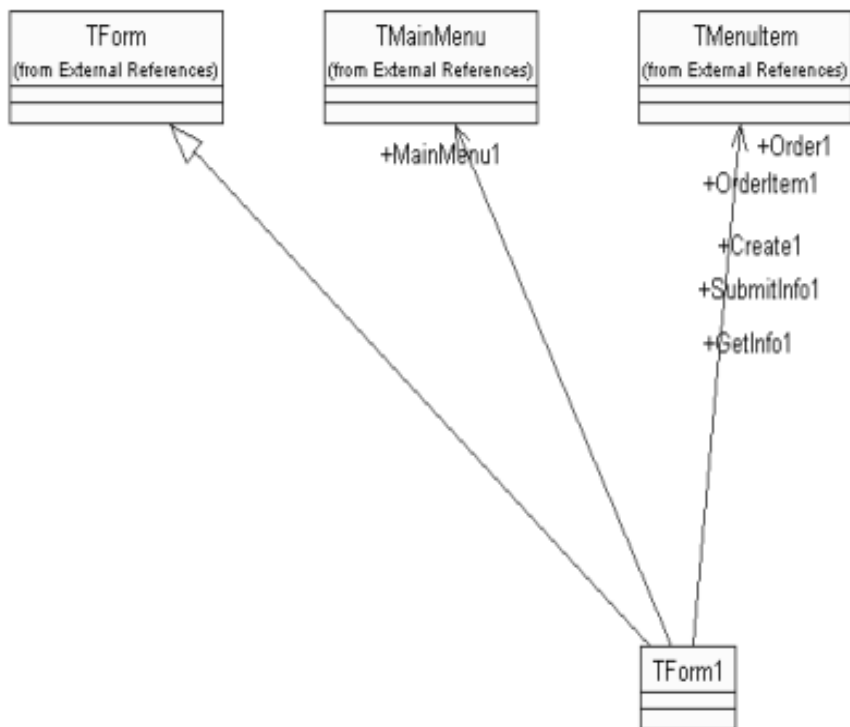

Рис. 17. Результаты реинжиниринга проекта Delphi в Rose
- в этом же представлении в пакете Unit1 создан класс TForm1 и Unit1 оба соотношенные с вновь созданным компонентом Unit1. Кроме того, в этом же пакете создавалась диаграмма классов Overview, содержимое которой показано на рис.17